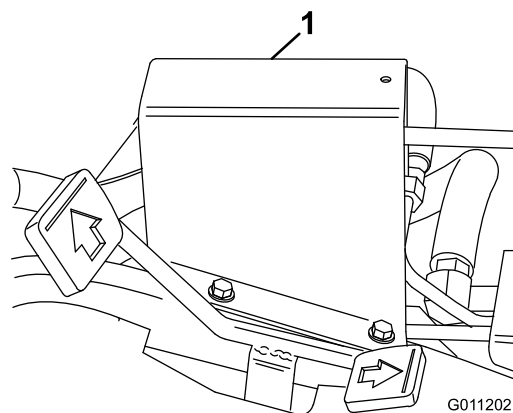

Figure 41
1. Placez les tiroirs 1, 2 et 3 au point mort (mi-course) et déposez le capot de protection de la tige de transfert sur le panneau avant (Figure 41).